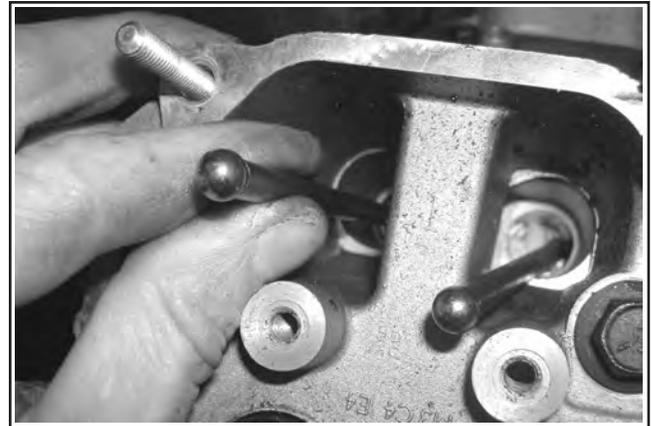

Abbildung 11-45. Die Stößelstangen in ihrer ursprünglichen Position montieren.
1. Das Zeichen oder das Kennschild der Stößelstangen als Ein- oder Auslassseite sowie Zylinder 1 oder 2 beachten. Das Ende der Pleuelstangen in Motoröl eintauchen und diese installieren. Dabei ist sicherzustellen, dass jede Kugel der Stößelstange in der entsprechenden Rille des hydraulischen Stößels angebracht wird. Siehe Abbildung 11-45.